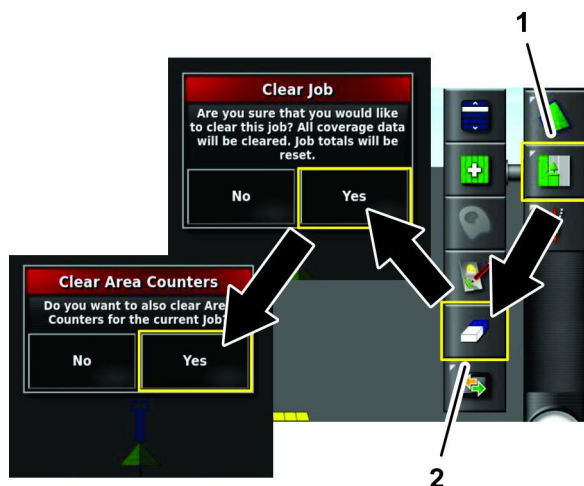

Bild 30
1. Tippen Sie auf das Symbol Jobmenü (Bild 30).
2. Tippen Sie auf das Symbol Jobdaten löschen (Bild 30).
3. Tippen Sie auf das Ja-Symbol im Dialogfenster Jobs löschen (Bild 30).
4. Tippen Sie auf das Ja-Symbol im Dialogfenster Bereichszähler löschen (Bild 30).